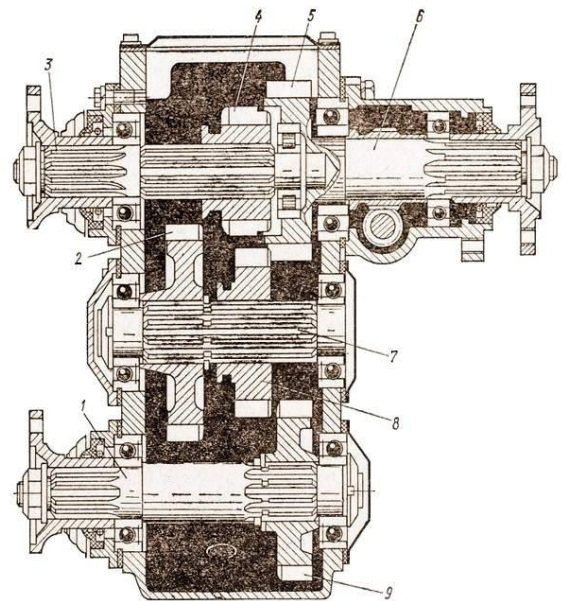

Рис.200
48. Какой агрегат показан на рис.200?
49. Цифрой 3 на рис.200 обозначен:
50. Цифрой 5 на рис.200 обозначена:
51. Цифрой 1 на рис.200 обозначен:
52. Какой цифрой на рис.200 обозначена шестерня включения переднего моста?
53. Цифрой 2 на рис.200 обозначена шестерня:
54. Цифрой 4 на рис. 200 обозначена шестерня:
55. Какой цифрой на рис.200 обозначена шестерня переднего моста?
56. Цифрой 6 на рис.200 обозначен:
57. Цифрой 7 на рис.200 обозначен:
58. Какой цифрой на рис.200 обозначена шестерня-каретка?
59. При включении понижающей передачи в раздаточной коробке автомобиля ГАЗ-66 крутящий момент на задний мост передается через шестерни (рис.200):
60. В каком ответе правильно указаны шестерни (рис.200), через которые крутящий момент передается на передний мост при, включении понижающей передачи в раздаточной коробке?
61. В каком ответе правильно указаны шестерни (рис.200), через которые крутящий момент передается на задний мост при включении прямой передачи в раздаточной коробке?